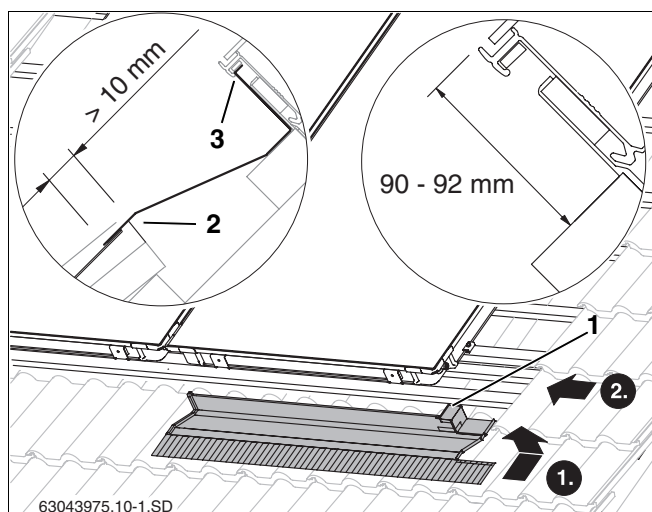
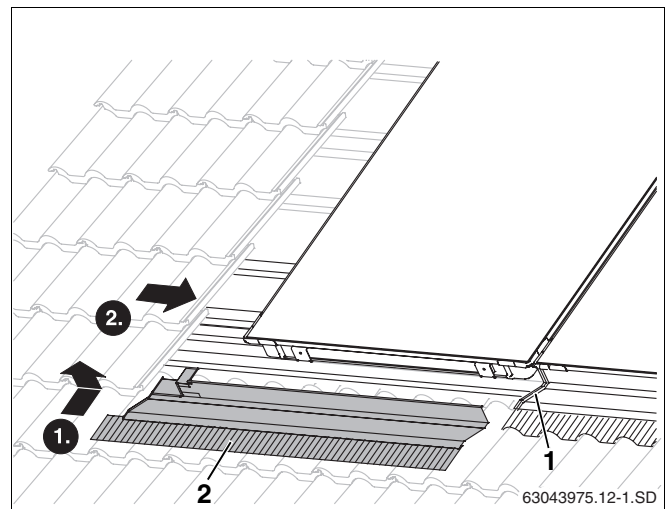

Fig. 42 Chapa protectora inferior derecha
Fig. 45 Montaje de la chapa protectora inferior izquierda
- ▶ Introduzca la chapa protectora derecha con el borde hacia arriba en la empuñadura del colector (fig. 42, **pos. 3**).
- ▶ Deslice la chapa protectora hacia el colector hasta que el borde corto situado a la derecha (fig. 42, **pos. 1**) también se enganche en la empuñadura del colector en la parte superior.
La chapa protectora debe apoyarse un mínimo de 10 mm sobre la teja (fig. 42, **pos. 2**).
- ▶ Coloque la chapa protectora izquierda (fig. 45, **pos. 2**) sobre la anterior y móntela como en el caso de la derecha (fig. 42).
Retire la lámina de protección del adhesivo de las chapas protectoras (fig. 45, **pos. 1**) cuando todas las chapas hayan sido fijadas mediante tornillos.